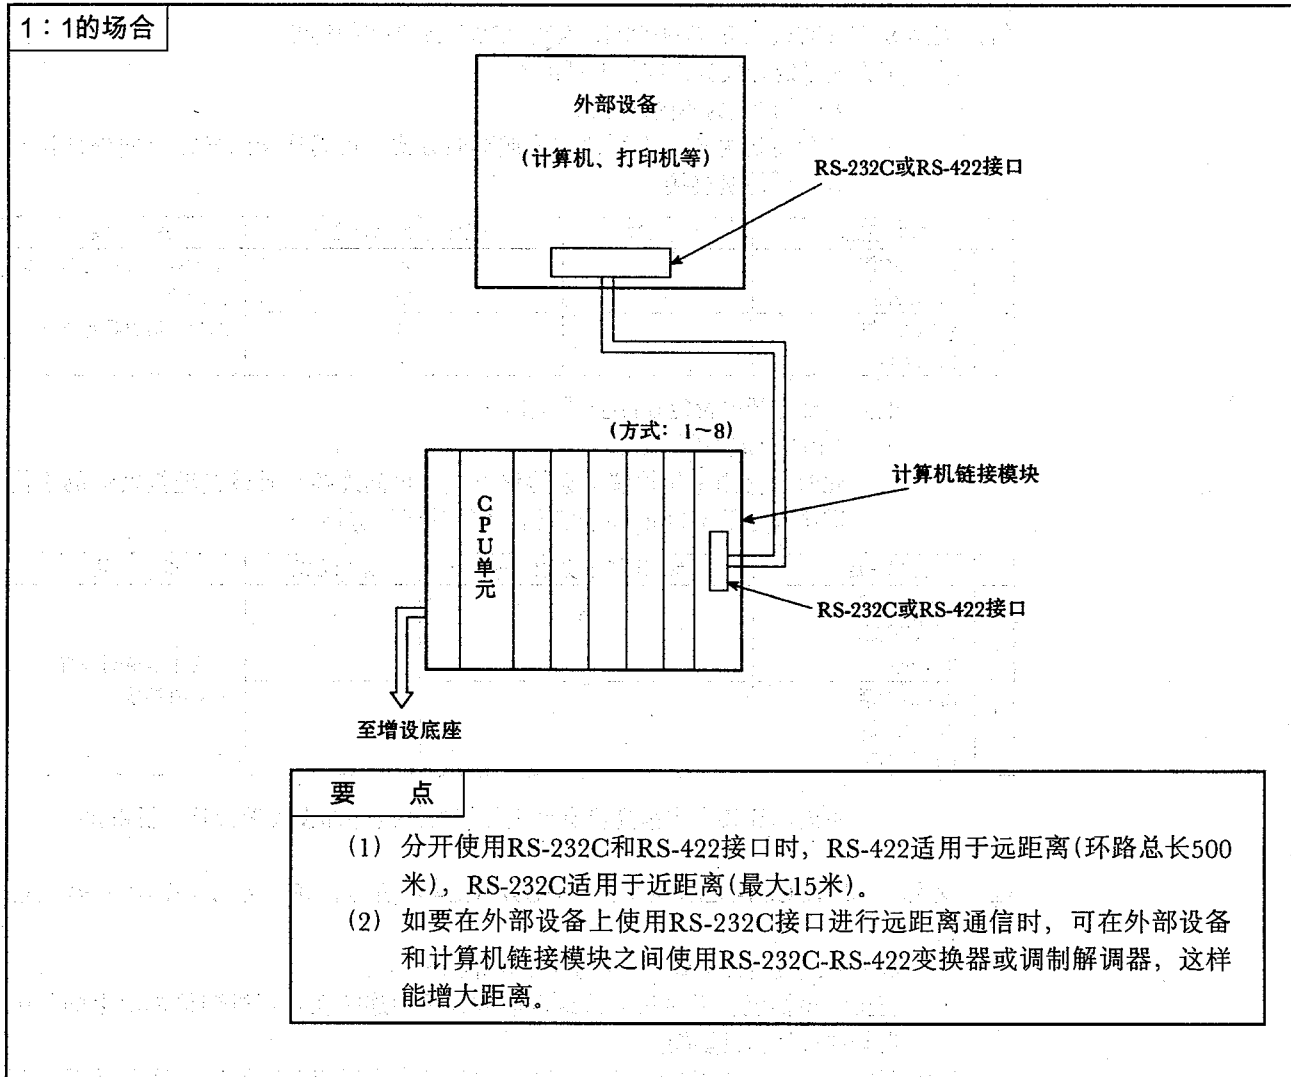

图2.1 系统构成(I)
(1) 外部设备与程控器CPU为1:1场合的系统构成, 如图2.1所示。